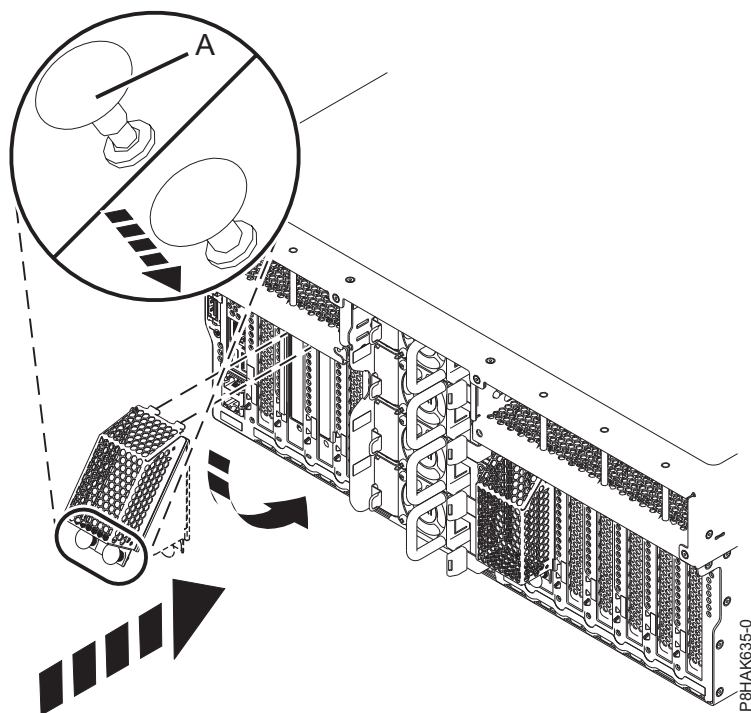

Figure 45. Fixation du blindage de protection à la carte GPU
- a. Tirez sur le bouton de verrouillage (A) pour le mettre en position d'ouverture si ce n'est pas déjà le cas. Voir figure 45, à la page 49.
- c. Appuyez sur le bouton de verrouillage (A) dans la direction illustrée dans la figure 45, à la page 49 pour fixer le blindage.